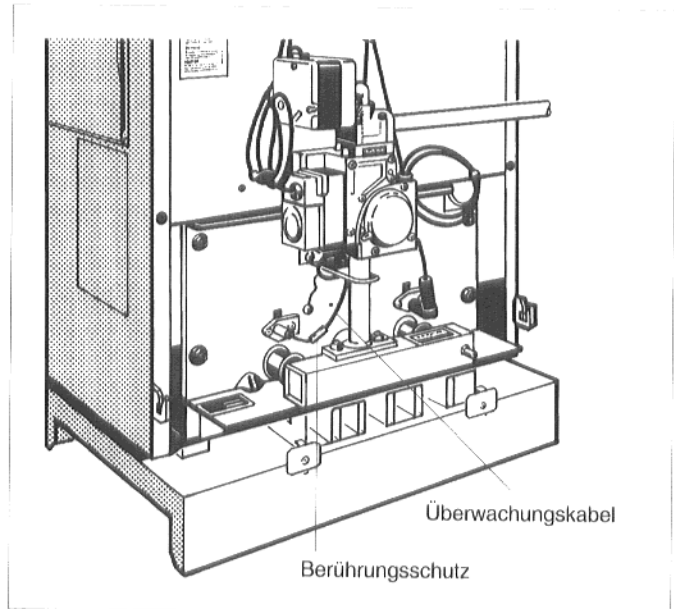

Abb. 14: Überwachungskabel
- Berührungsschutz am Überwachungskabel (Abb. 14) entfernen und Steckverbindung lösen.